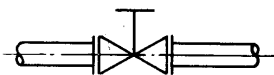

图 5
11.2 在绘制双线管路系统图时，一般应加绘管路中心线如图 5 示。